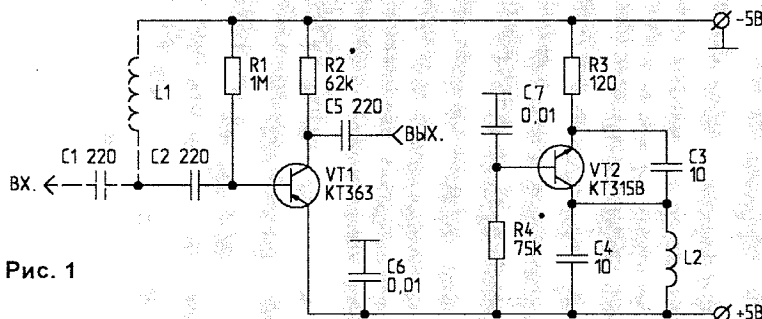

Рис. 1
Предлагаемый конвертер (рис.1) предназначен для приема УКВ-радиостанций, работающих в диапазоне частот 88...108 МГц (FM), на приемнике с диапазоном частот 65,8...73 МГц.